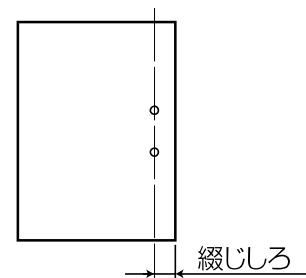

図6
- ここで言う“綴じしろ”とは、製本する書類の端からドリル穴の中心までの距離を指しています。 図6 参照